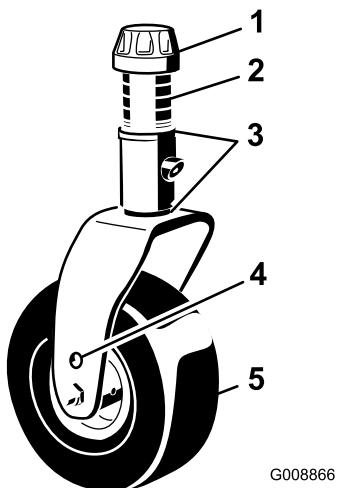
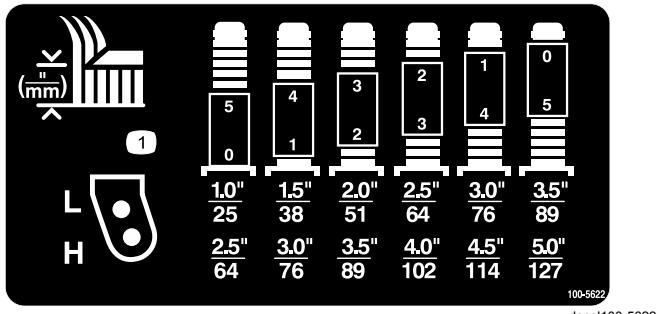

Figure 6
Figure 7
2. Placez les essieux des roues pivotantes dans les mêmes trous sur les deux fourches. Pour choisir les trous corrects pour la hauteur de coupe requise, reportez-vous à la Figure 6 et la Figure 7.
3. Enlevez le chapeau de tension de l'axe de pivot (Figure 6) et sortez l'axe du bras pivotant. Replacez les 2 cales (3 mm) sur l'axe de pivot dans leur position d'origine. Elles sont requises pour que les plateaux de coupe soient parfaitement de niveau sur toute la largeur. Placez le nombre requis d'entretoises de 13 mm sur l'axe de pivot pour obtenir la hauteur de coupe voulue, puis ajoutez la rondelle.
4. Pour déterminer les combinaisons d'entretoises requises pour les différentes hauteurs de coupe, reportez-vous à la Figure 7.